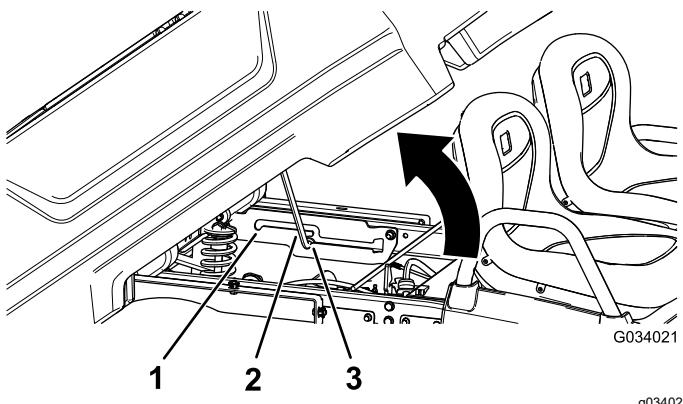

Figura 22
2. Tire de la varilla de sujeción hasta que entre en la ranura de retención de la posición de volquete, para afianzar la plataforma (Figura 22).
2. Tire de la varilla de sujeción hasta que entre en la ranura de retención de la posición de servicio, para afianzar la plataforma mientras se realizan tareas de mantenimiento (Figura 22).
2. Extraiga la varilla de sujeción de la ranura de retención (Figura 22).